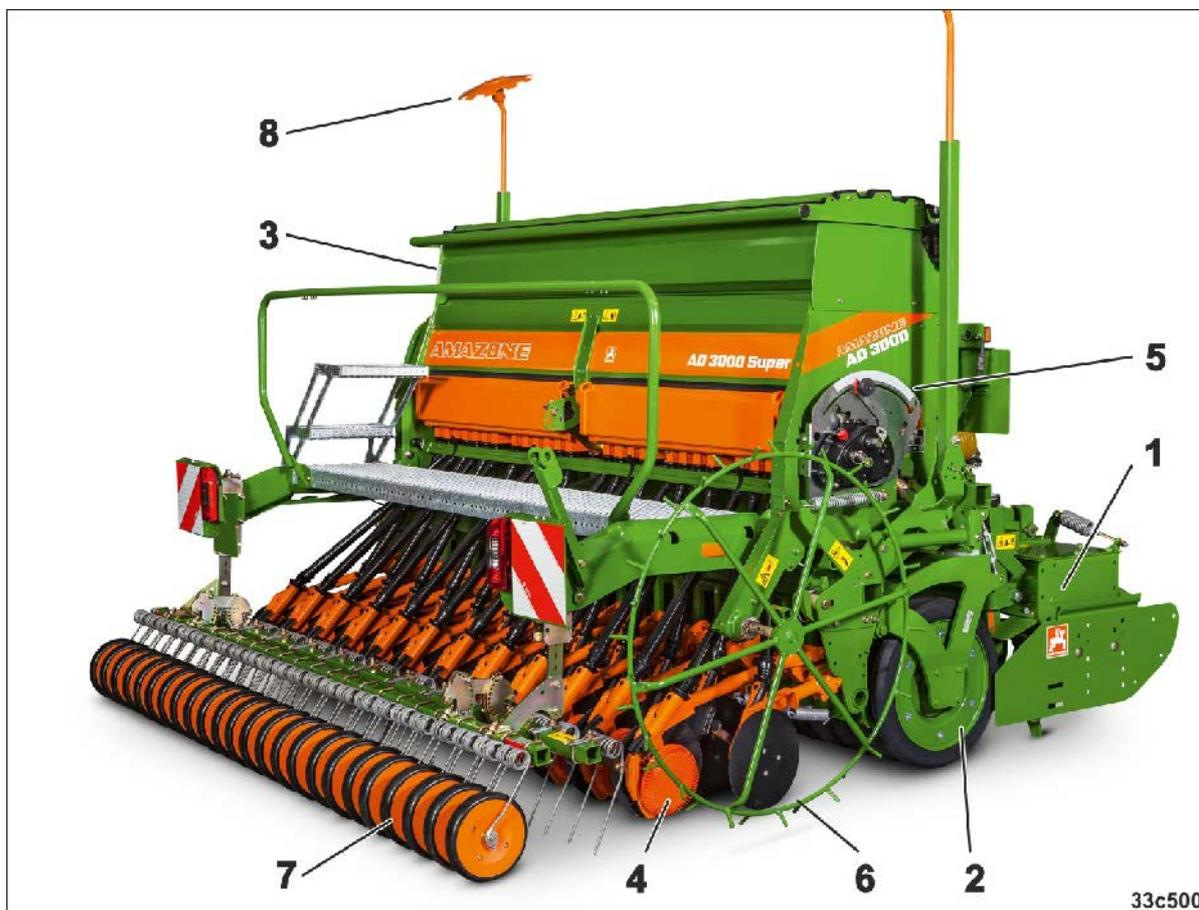

Fig. 32
Las semillas se transportan en el cajón de siembra (Fig. 32/3).
Las semillas dosificadas desde las ruedas de sembrar en las cajas de siembra caen en los surcos trazados por las rejas (Fig. 32/4). Las ruedas de siembra son accionadas a través del engranaje Vario (Fig. 32/5) por la rueda estrellada (Fig. 32/6).
Las semillas quedan cubiertas con terreno suelto por la rastra de precisión, la sembradora combinada (Fig. 32/7) o el rastrillo con púas de arrastre.
Los discos trazadores (Fig. 32/8) marcan el recorrido siguiente en el centro del tractor.
Las rejas RoTeC-Control (Fig. 32/4) posibilitan la siembra con sustancias orgánicas incluso en campos con grandes cantidades de paja y restos de plantas. La formación del surco para la semilla y el guiado óptimo de la reja en el suelo se efectúa, por una parte, mediante el disco de siembra y, por otra parte, a través de un robusto cuerpo de fundición dura. El disco elástico de guía de profundidad impide que se adhiera tierra al disco de siembra y conforma el surco para semilla. La alta presión de la reja y el apoyo en el disco de guía de profundidad dan como resultado un desplazamiento suave de la
- Escarificador giratorio AMAZONE (Fig. 32/1) o
y rodillo de anillo cónico (Fig. 32/2) o rodillos Packer.